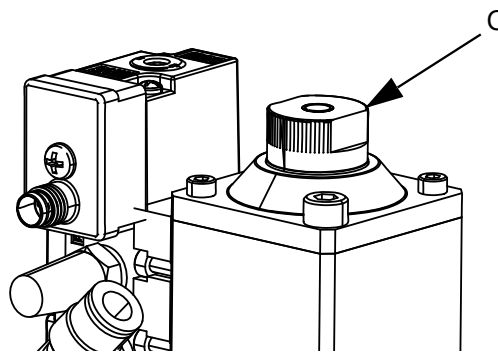
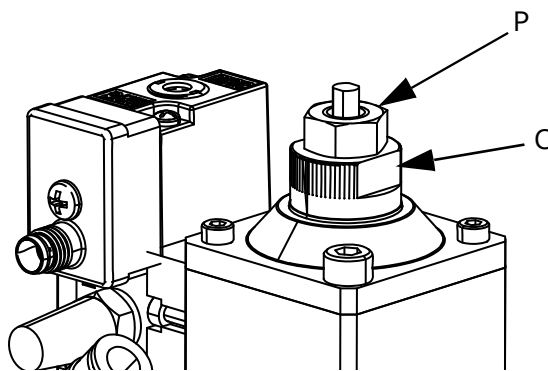

図 8
図 9
バルブの上部にある調整ナット (C) は、ディスペンスバルブが開かれる距離を調整できます。これにより、チップとシートを通じた材料の流れが制限されます。図 8。
1. バルブが閉じられた状態で保持されるようになるまで、調整ナット (C) を時計回りに回転します。図 8。スナップバックバルブについては、調整ナット (C) を反時計回りに回転して、バルブが開かれる距離を短縮します。図 9。
2. 調整ナット (C) をゆっくりと開いてから、希望の流量に到達するまでエア圧力をサイクルさせます。
3. バルブにスナップバックチップがある場合、ロックナット (P) を締めて、調整ナット (C) を所定の位置に保持します。図 9。